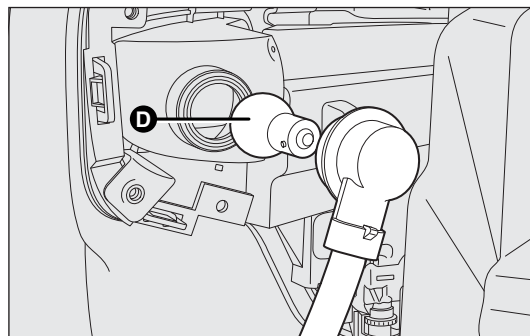

fig. 171
- ❑ estrarre la lampada D-fig. 171 spingendola leggermente e ruotandola in senso antiorario (bloccaggio a “baionetta”) quindi sostituirla;